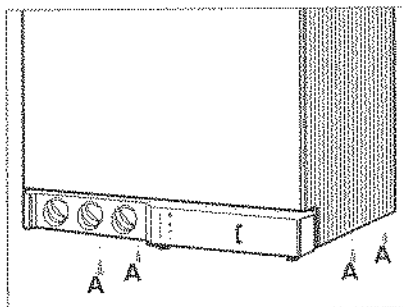

Fig. 9
- Dévisser les 4 vis "A" (fig. 9) de fixation de l'habillage ;
Fig. 9 a